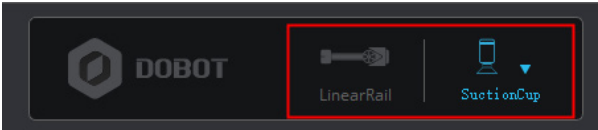

Figura 44: Trilho linear e lista suspensa de atuador de extremidade
- É possível selecionar o trilho linear ou um atuador de extremidade na página DobotStudio, como mostrado na Figura 44.
Linear control	Quando o trilho linear estiver habilitado (consulte a Tabela abaixo da Figura 44), clique em L+/- para movimentar o braço robótico ao longo do trilho. Intervalo de valores: 0 mm - 1000 mm Nota A função de trilho somente fica disponível ao se conectar Magic Box + Magician Lite